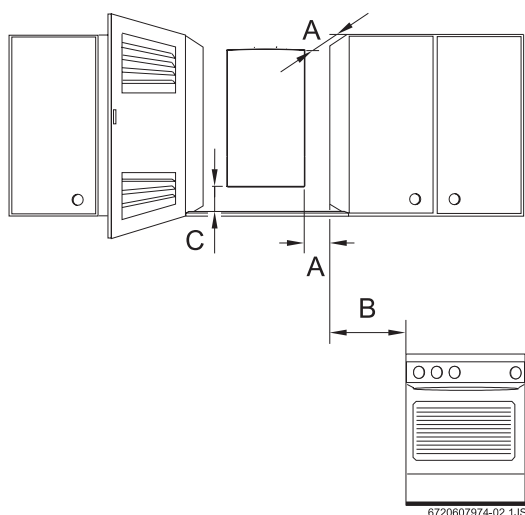

Fig. 7 Distâncias mínimas
- ▶ Assegurar o bom acesso nos trabalhos de manutenção, respeitando as distâncias mínimas indicadas na Fig. 7.
A sua implantação deverá obedecer ao indicado na Fig. 7. Se utilizar um tubo de evacuação dos gases de combustão rígido, este deve ser introduzido no anel da chaminé. O diâmetro interno do tubo deve ser igual ou superior 95 mm. Caso utilize um tubo flexível, este deve ser introduzido no exterior do anel da chaminé do aparelho. Utilize a abraçadeira fornecida para prender o tubo flexível ao anel da chaminé. O diâmetro interno do tubo flexível deve ser igual ou superior a 95 mm. Aconselha-se o uso do tubo flexível standard de 100 mm.